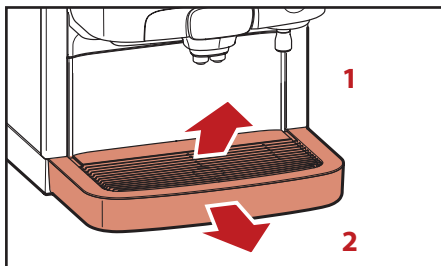

Fig. 5.1 - Remover la bandeja de las tazas y el recoge gotas
1. Remover la bandeja para tazas (fig. 5.1, 1).
2. Remover el recoge gotas (fig 5.1, 2).